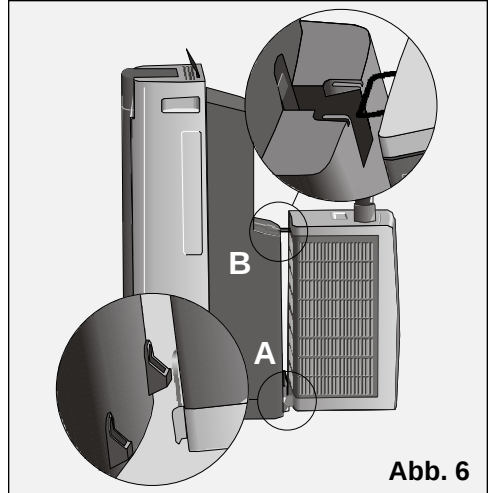

Abb. 6
- ☐ Zum leichteren Transport der ganzen Anlage das Außengerät am Innengerät einhängen, wie in **Abb. 6** gezeigt. Hierzu müssen Sie zuerst die unteren Abstandhalter (**A**) und dann den oberen Abstandhalter (**B**) des Außengeräts an der entsprechenden Stelle des Innengeräts einführen.